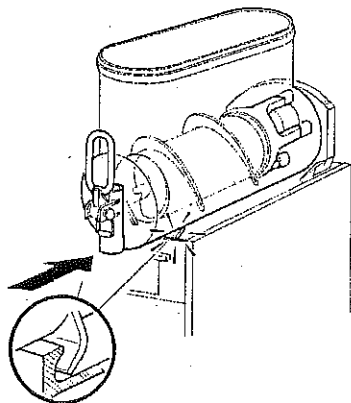

Fig. 17
7. Skub beholderen mod maskinens bagvæg, indtil den sidder korrekt rundt om tætningsringen, og krogene foran er gået i hak (se fig. 17).